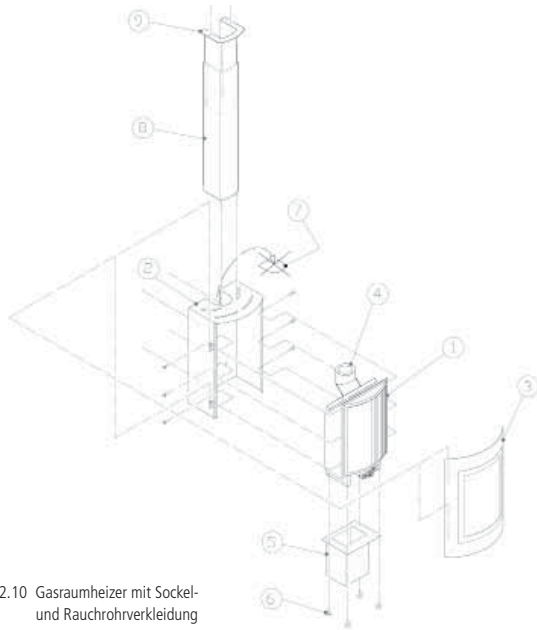

Abb. 2.10 Gasraumheizer mit Sockel- und Rauchrohrverkleidung
- e) Bei **oberem** Abgasanschluss, ist der Deckenausschnitt (7, siehe Abb. 2.10) der Wandkonsole entfernen.